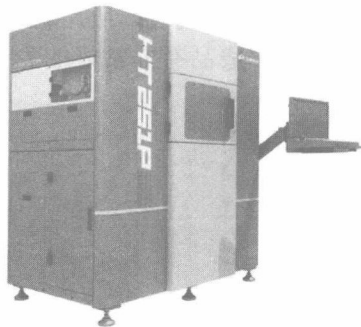

图 1-7 国产 SLS 3D 打印机
(1) 选择性激光烧结技术 (Selective Laser Sintering) 简称 SLS, 国外以 3D 打印行业龙头 3D System 公司和德国 EOS 公司为代表, 国内以华曙高科为代表。工业上较为常用, 可以烧结尼龙粉末、金属粉末、树脂沙、尼龙+矿纤、尼龙+玻纤等材料, 广泛应用在电动工具、电器开关、家电产品、风机叶轮、汽车零件、无人机、医疗器械等领域。图 1-7 为国产 SLS 3D 打印机。